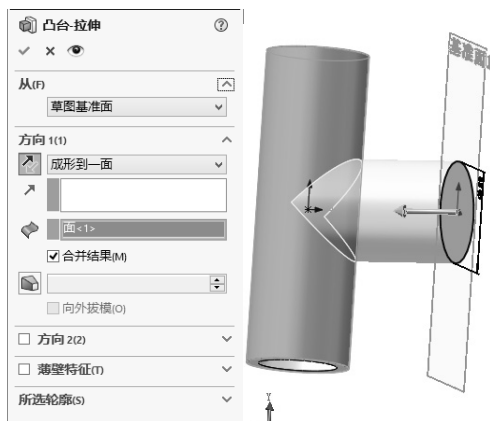
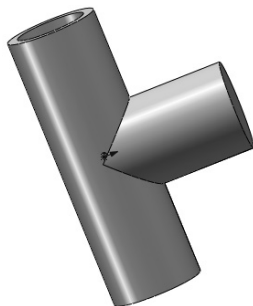

图 4-168 拉伸实体2
图 4-169 隐藏基准面
⑧ 拉伸实体2。单击“特征”控制面板中的“拉伸凸台/基体”按钮，在弹出的“凸台-拉伸”属性管理器中设置拉伸终止条件为“成形到一面”，如图4-168所示。单击“确定”按钮，生成凸台拉伸特征。
⑨ 设置视图方向。单击“前导视图”工具栏中的“等轴测”按钮，以等轴测视图观看模型。
⑩ 隐藏基准面。选择菜单栏中的“视图”→“隐藏/显示(H)”→“基准面”命令，将基准面1隐藏起来。在“FeatureManager 设计树”中选择基准面1并右击，在弹出的快捷菜单中单击“隐藏”按钮，将基准面1隐藏，此时的模型如图4-169所示。